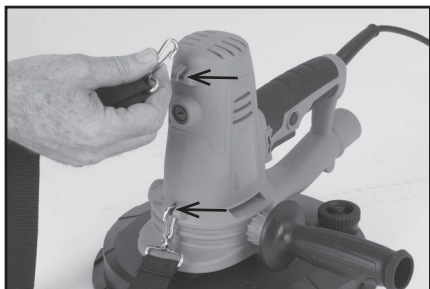

Fig. 2
- Fäst bärremmen på maskinen (vid behov) genom att klämma fast den på de avsedda tilläggsstiften. **(Fig. 2)**